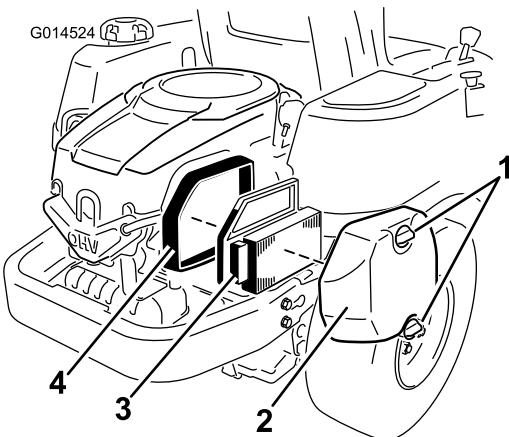

Bild 30
- Entfernen Sie die Luftfilterabdeckung (Bild 30).
- Nehmen Sie den Luftfiltereinsatz mit der integrierten Gummidichtung heraus (Bild 30).
- Setzen Sie den Luftfiltereinsatz mit der gefalteten Seite nach außen ein, setzen Sie die Gummidichtung auf die Kanten der Luftfilterunterseite (Bild 30).
- Setzen Sie die Luftfilterabdeckung ein und befestigen Sie sie mit den zwei Handrädern (Bild 30).